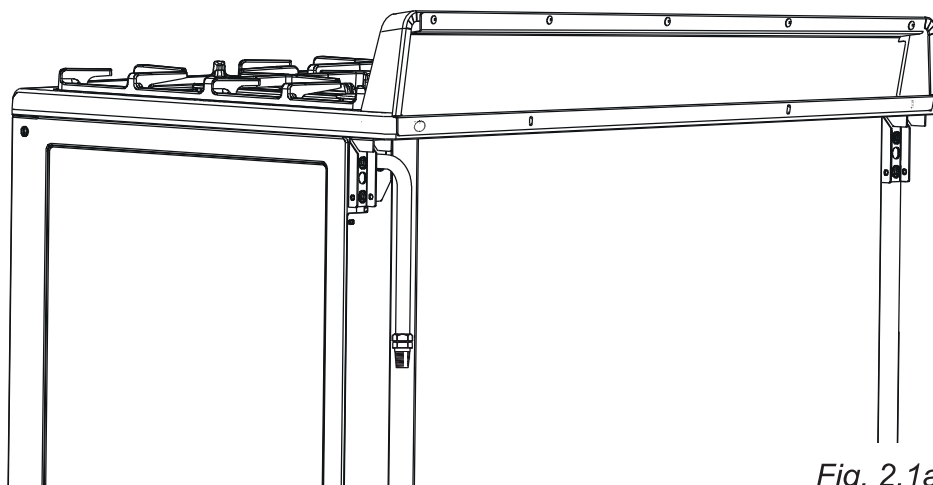
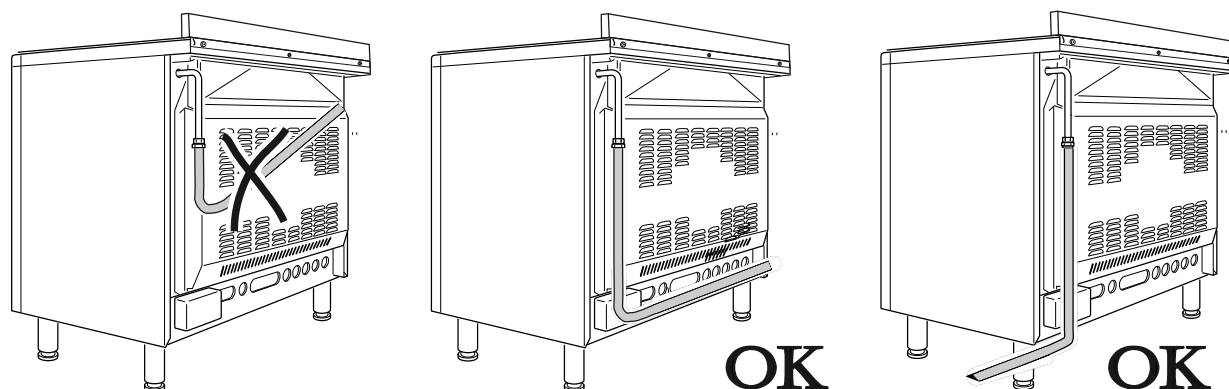

Fig. 2.1a
Fig. 2.1b
- Le raccordement s'effectue à l'arrière de l'appareil, à gauche (fig. 2.1a), de façon à ce que le tuyau ne passe jamais derrière l'appareil (fig. 2.1b). Le tuyau de raccordement au gaz ne doit pas traverser le panneau postérieur de la cuisinière. En cas contraire, assurez vous qu'il soit placé près de la partie inférieure de l'appareil.